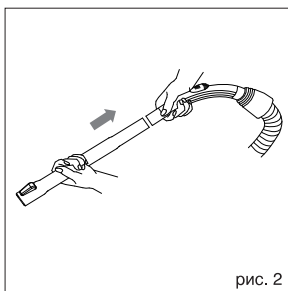

рис. 2
- Вставьте рукоятку гибкого шланга (12) в телескопическую удлинительную трубку (14) (рис. 2).